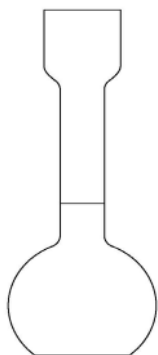

Рис. 33. Колба Кольрауша
17. **Колба Кольрауша** (рис. 33) — плоскодонная колба с расширением верхней части горла в виде цилиндрического стакана. Применяется в основном для спиртовой экстракции сахара по Шейблеру, расширение позволяет избежать выброса пены.